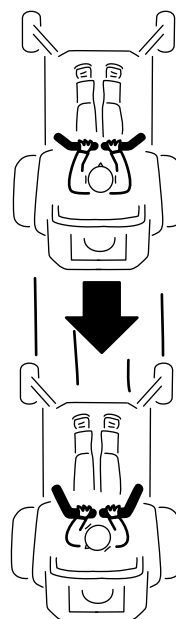

Bild 21
2. Ziehen Sie zum Rückwärtsfahren die Fahrtriebshebel langsam nach hinten (Bild 21).